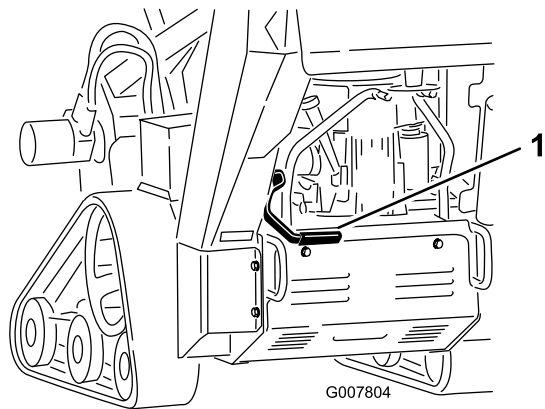

Figure 14
- Pour serrer le frein de stationnement, tirez le levier en arrière et vers le haut (Figure 14).
- Pour le desserrer, tirez le levier en arrière et vers le bas (Figure 14).